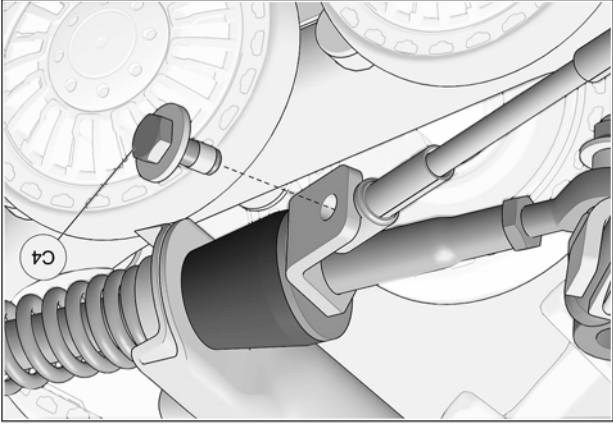

Fig. 27
16. Tourner légèrement le volant dans le sens contraire jusqu'à ce que le câble puisse être fixé à la plaque de support en utilisant le boulon (C4) fourni. Serrer à un couple de 35 N•m [24 lb•pi]. Voir la Fig. 27. Effectuer le même exercice du côté droit.